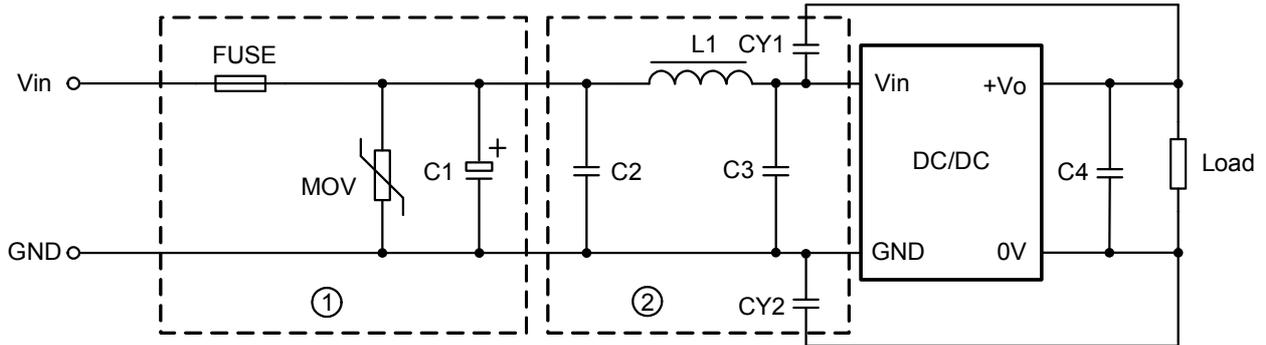

图 2 EMC 推荐应用电路
辐射骚扰	EN 55032, CLASS B(应用电路图 2-②)